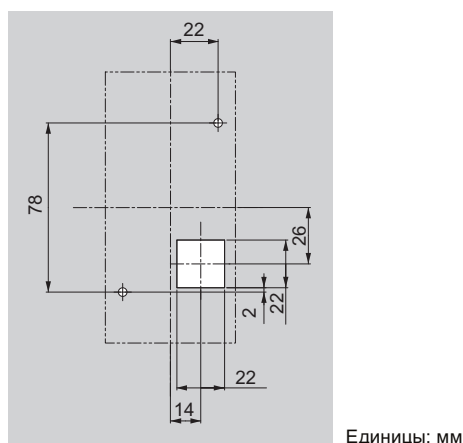

Рис. 2.8 Размеры установочного отверстия (для наружного/накладного монтажа)
1. Вырежьте отверстие в стенке шкафа для установки цифровой панели (см. Рис. 2.8).